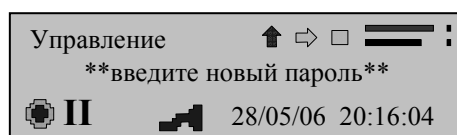

Рисунок 22
- прибор предложит ввести новый пароль (рисунок 22);